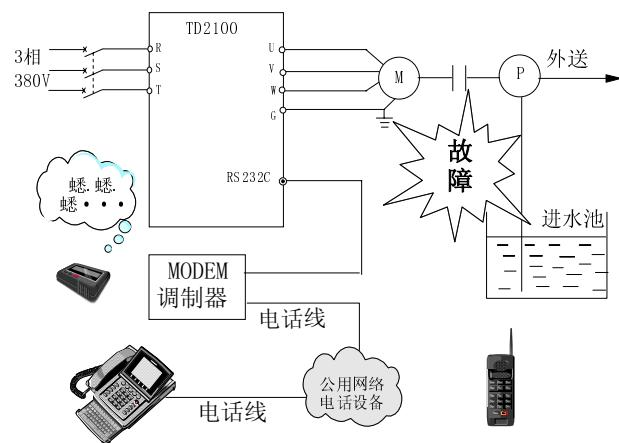

图6—25 故障自动拨号示意图
5、变频器与 MODEM 的连接方法见图 3—9。 MODEM与电话线的连接见图6—25。